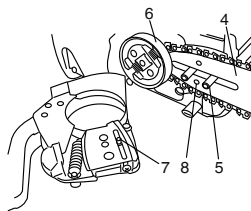

Fig. 3
3. Installez le guide de chaîne (4) sur les boulons (5), puis poussez-le au maximum vers le pignon (6). Assurez-vous que le moyeu du boulon de réglage de tension de chaîne (7) s'adapte correctement dans le trou dans le trou du guide de chaîne (8). (Fig. 3)
Déplacez légèrement le guide-chaîne vers l'avant et vers l'arrière jusqu'à ce que l'ergot (7) pénètre correctement dans le trou du guide-chaîne (8). (Fig. 3)